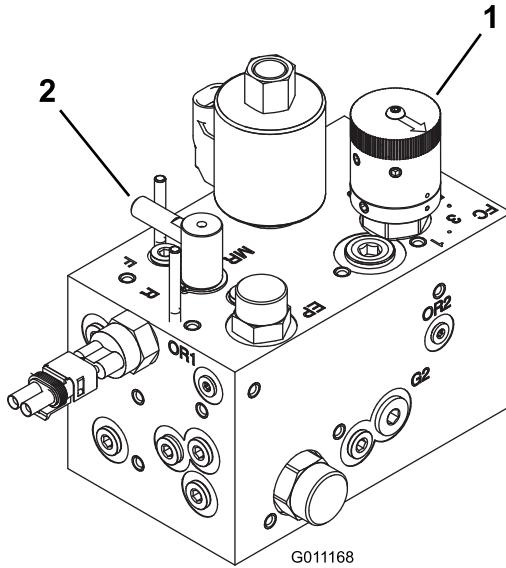

Figura 72
- Rode o controlo de rectificação para a posição de rectificação (R). Rode o controlo da velocidade dos cilindros para a posição 1. Ver Figura 72.